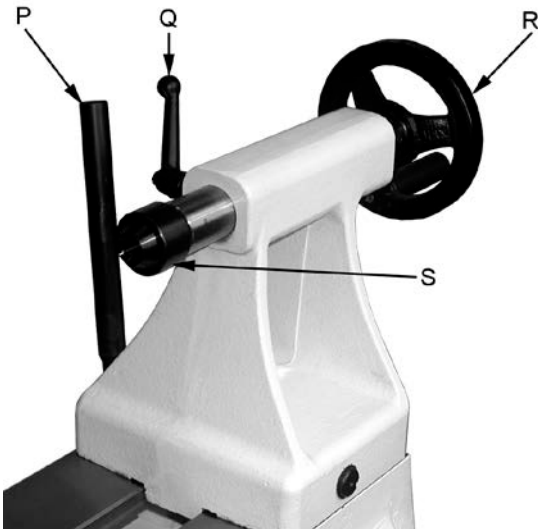

Fig 33
Drehen Sie das Handrad (R, Fig 33) im Uhrzeigersinn um die Pinole auszufahren und klemmen Sie den Indexiergriff (Q).